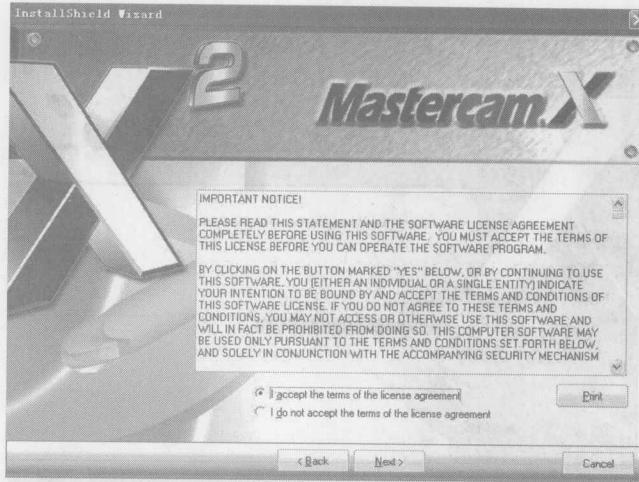

图 1-4 License Agreement (接受许可证) 对话框
- ③ 弹出 License Agreement(接受许可证)对话框,如图 1-4 所示。选中 I accept the terms of the license agreement 单选按钮,表示接受此许可证协议。